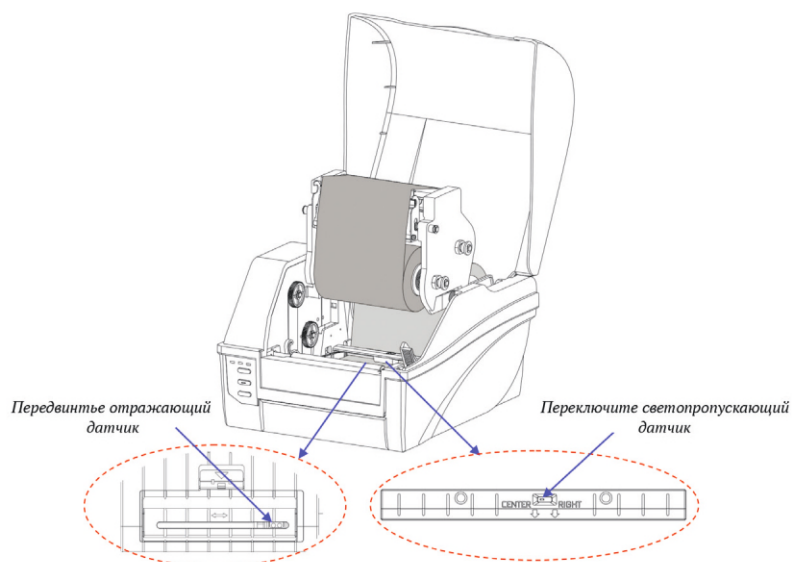

Рисунок 2-23 Регулировка положения датчика носителя
4. Чтобы отрегулировать положение светопропускающего датчика: переключите тумблер, чтобы выбрать центральное или правое положение в соответствии с типом носителя, см. рисунок 2-23. (Чтобы изменить тип датчика носителя, см. раздел 3.1.4 DIP-переключатели)